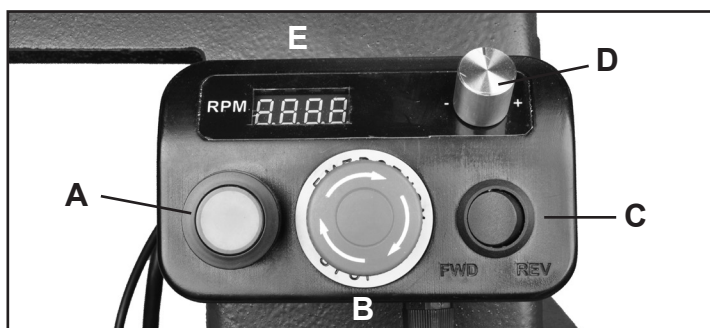

FIG. 6
Le tour est muni d'un boîtier d'interrupteur (FIG. 6) avec des aimants à l'arrière qui permettent de le placer sur la façade de la poupée fixe ou ailleurs sur le bâti du tour, à l'endroit le plus confortable pour le tourneur afin d'accéder rapidement aux contrôles pour ajuster la vitesse de rotation, le sens de rotation ou pour arrêter le tour.
1. **BOUTON 'MARCHE'** : (FIG. 6, A) Enfoncez le bouton vert pour mettre le tour en marche. Appuyez sur le bouton champignon (B) pour arrêter le tour.
2. **BOUTON 'ARRÊT'** : (B) Appuyez sur le bouton rouge pour arrêter le tour. Pour redémarrer le tour, tournez le bouton d'arrêt en sens horaire et il sortira pour se réinitialiser. Appuyez ensuite sur le bouton 'MARCHE' pour redémarrer le tour.
3. **INTERRUPTEUR AVANT/ARRIÈRE** : (FIG. 6, C) Cet interrupteur à bascule changera le sens de rotation de la broche - anti-horaire (avant) ou sens horaire (arrière).
4. **BOUTON DE VITESSE** : (FIG. 6, D) Ce bouton contrôle le nombre de révolutions par minute (RPM) de la broche. Le tour a 3 plages de vitesses; 250-850, 430-1450, 950-3200 RPM. La vitesse de la broche s'affiche sur l'indicateur numérique (E).